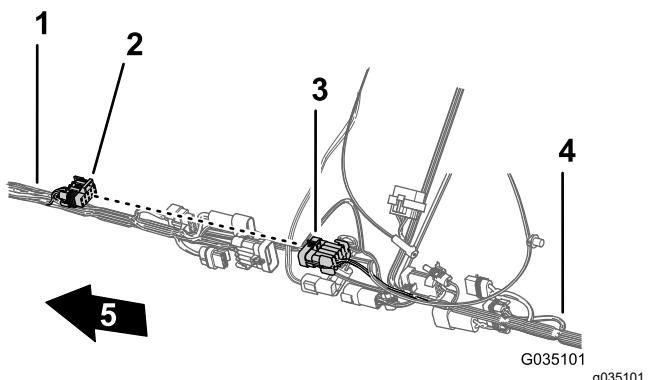

Figura 73
2. Ligue o conector de 10 tomadas da cablagem dianteira para a interligação da cablagem de pulverização no conector de 10 pinos da interligação da cablagem traseira para a cablagem de pulverização (Figura 73).